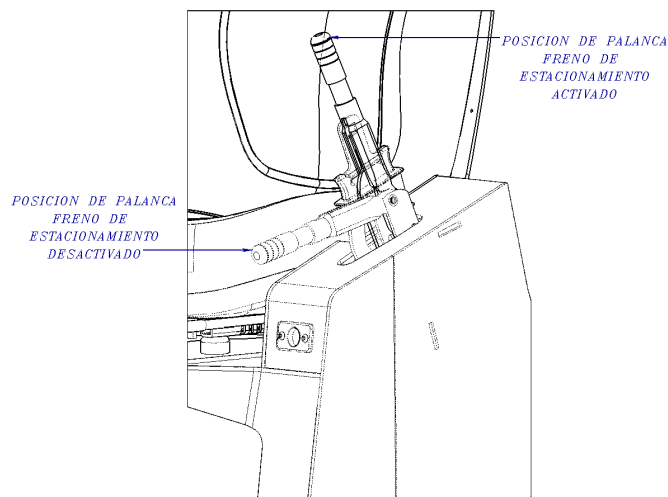

Figura 21. Palanca Freno de Estacionamiento
1. Para accionar el freno de estacionamiento del equipo, jale hacia arriba la palanca hasta la posición activado. Para desactivar el freno basta con regresar la palanca a posición de freno de estacionamiento desactivado (Figura 21).